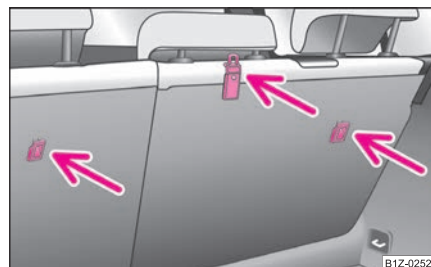

Fig. 183 Scaunul din spate: Top Tether
În unele țări, legea impune echiparea scaunelor din spate cu inele de fixare pentru scaunele pentru copii cu sistem „Top Tether” ⇒ fig. 183.
- Fixați scaunele pentru copii cu sistem „Top Tether” numai în locurile special prevăzute ⇒ fig. 183.